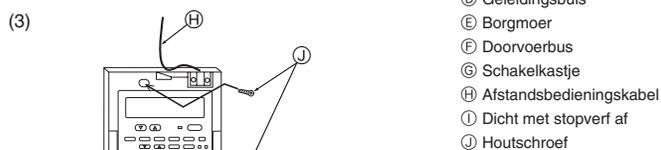

Fig. 6-4
- (B) Voor directe montage op de muur kies dan voor één van de volgende methoden:
(3) Voor montage direct op de muur (Fig. 6-4)